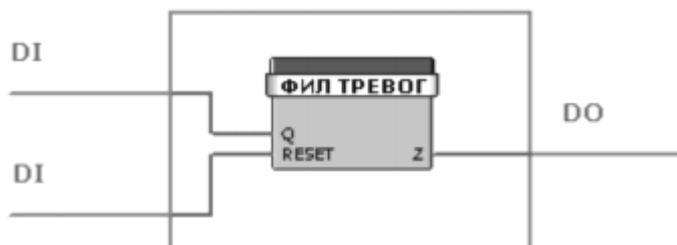

Рисунок 2 – Защита от дребезга при помощи фильтра тревог
2) защита от дребезга контакта (способ 2) (рисунок 2) – это пример использования функционального блока для реализации защиты от дребезга контакта. Сигнал с контакта подается на фильтр тревог, который выполняет функцию фильтрации цифрового сигнала. Он выдает на выходе логическую единицу или ноль в случае, если на входе блока какое-то время держится логическая единица или ноль соответственно. Время удержания на входе Q неизменяемой величины зависит от параметров инкремента/декремента и предела, устанавливаемых в свойствах блока при счете на увеличение или уменьшение.